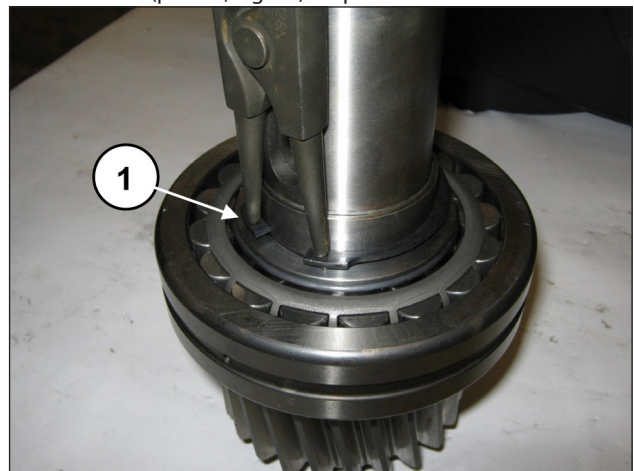
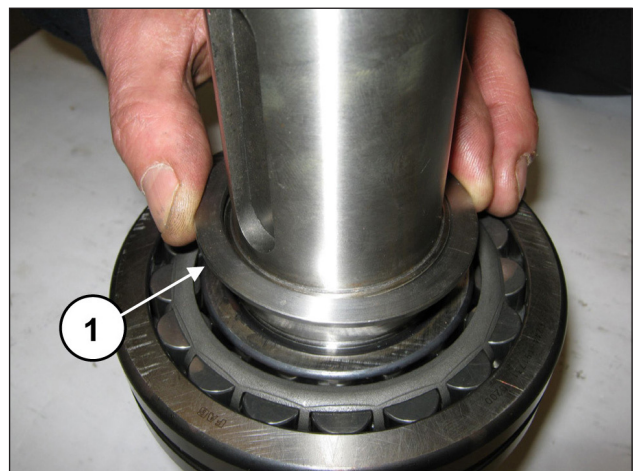

Fig. 9
Fig. 10
Remova o anel elástico Ø55 (pos. ①, Fig. 9) e o anel de apoio do rolamento (pos. ①, Fig. 10) do pinhão